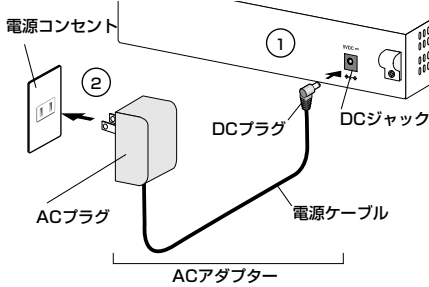

図9 ACアダプターの接続
本体背面の DC ジャックに AC アダプターの DC プラグを差し込みます (図9の①)。
AC アダプターの AC プラグを電源コンセントに差し込みます (図9の②)。このとき、本体前面の POWER LED (緑) が点灯することを確認してください。UTP ケーブルが正しく接続され、接続先機器とのリンクが確立されると、接続したポートの LINK/ACT LED (緑) が点灯します。